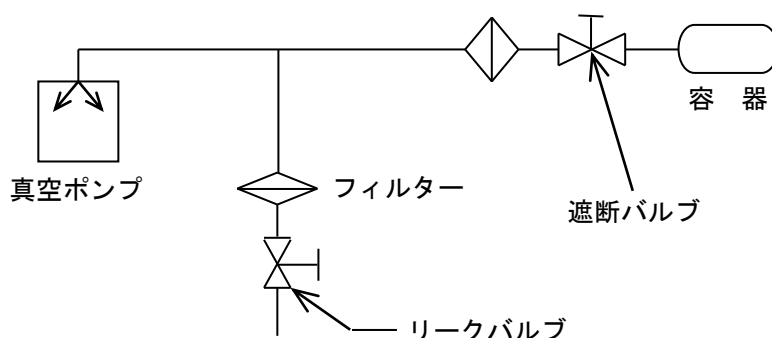

図4. 容器を真空排気する場合の配管例
- 13) 容器を真空排気する場合の配管は、「図4. 容器を真空排気する場合の配管例」のように、ポンプの吸気管と容器との間に遮断バルブを介して接続して下さい。また、真空スタートによる起動不良を起こさないために、リークバルブも介して下さい。